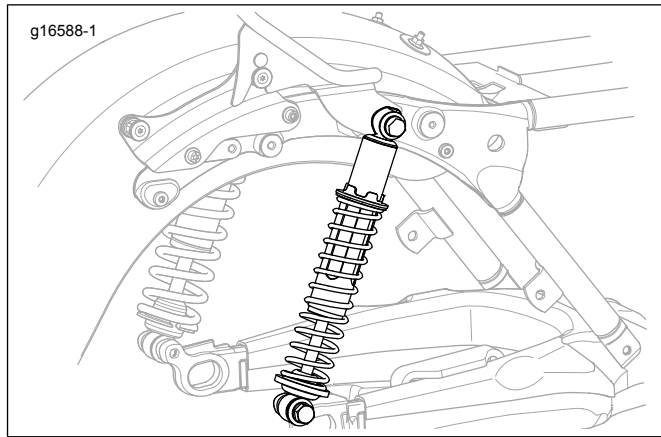

Figura 2. Orientación del amortiguador con P&A (piezas y accesorios) desmontables
* **Si encuentra interferencia en los soportes del amortiguador:** Quite el amortiguador del lado derecho. Vea el manual de servicio. Reinstale el amortiguador en la posición de varilla hacia abajo. Vea la Figura 2. Esto permitirá la separación necesaria para la instalación de la barra Sissy. Si continúan los problemas de montaje, póngase en contacto con un concesionario Harley-Davidson para obtener asistencia.